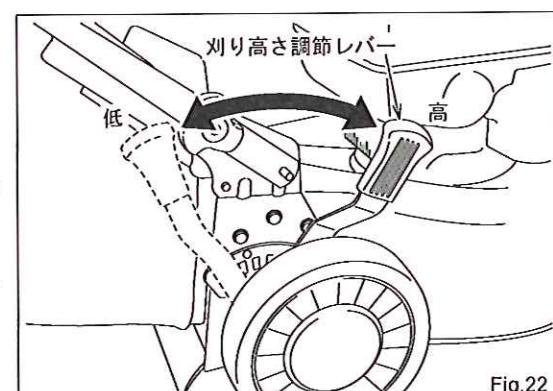

Fig.22
(1) 手袋を着用し本機を軽く持ち上げて下さい。
(2) 刈り高さ調節レバーをタイヤ側に引き、希望する高さの溝に入れて下さい。 (Fig.22)